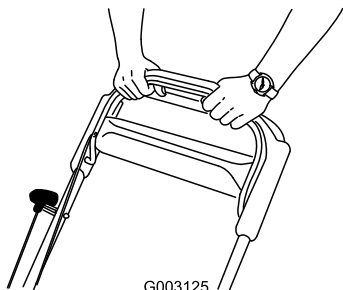

Рисунок 16
3. Удерживайте штангу управления ножом прижатой к рукоятке (Рисунок 16).